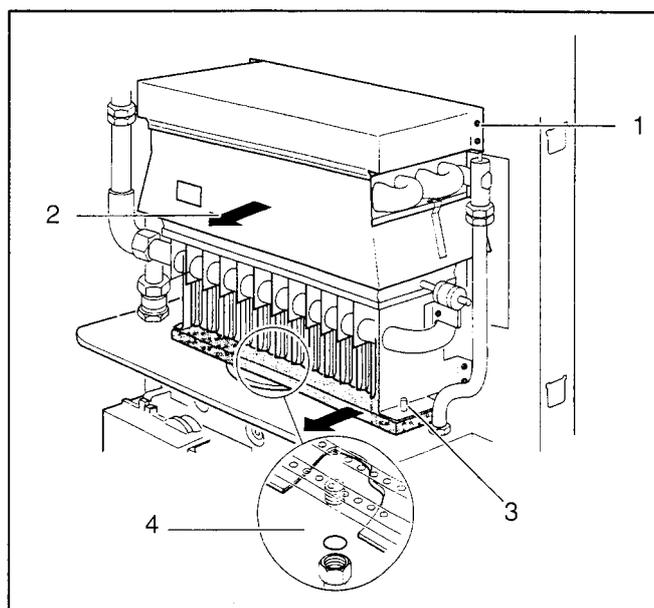

Fig.31
- d) Togliere la piastra di irraggiamento montata vicino al bruciatore (2) (Fig. 31).
- Togliere la cappa fumi svitando le quattro viti ai lati (1) e sfilarlo in avanti (Fig. 31).
- Togliere la mantellatura della camera combustione (2) (Fig. 31).
- Ispezionare lo scambiatore principale e, se necessario, pulirlo utilizzando aria compressa o una spazzola in nylon, dopo aver allentato il dado (4) della rampa del gas, le due viti zigrinate laterali (3) e sfilata la rampa ugelli.